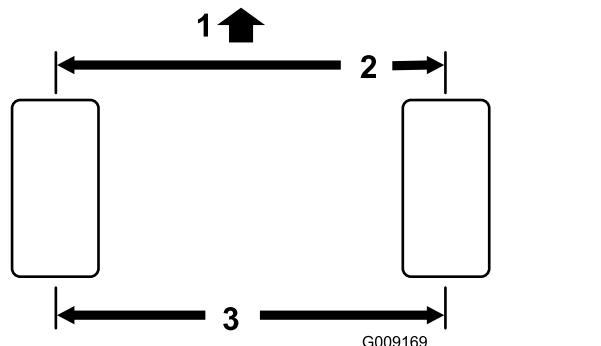

Figura 72
1. Mida la distancia entre centros (a la altura del eje) en la parte delantera y trasera de los neumáticos de dirección. La distancia delantera debe ser de 3 mm menos que la trasera (Figura 72).